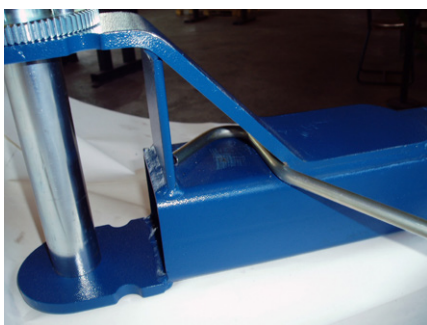

Bild 26
3. Die Klemme mit einem Werkzeug bis zur Biegung einschlagen. (Bild 26)